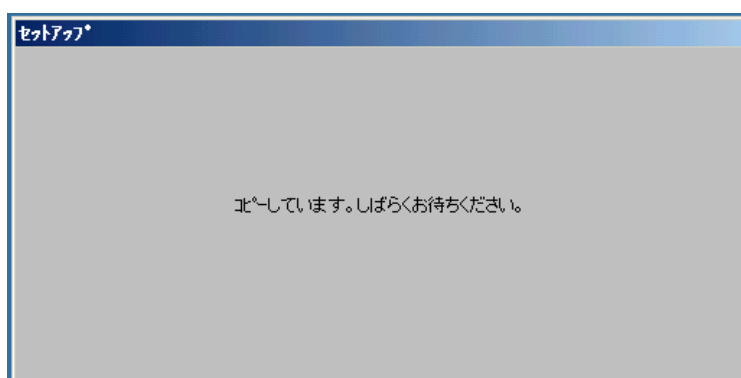

図1.2-6
- (6) セットアップファイルをコピーしている間、以下のような画面が表示されます。(図1.2-6)